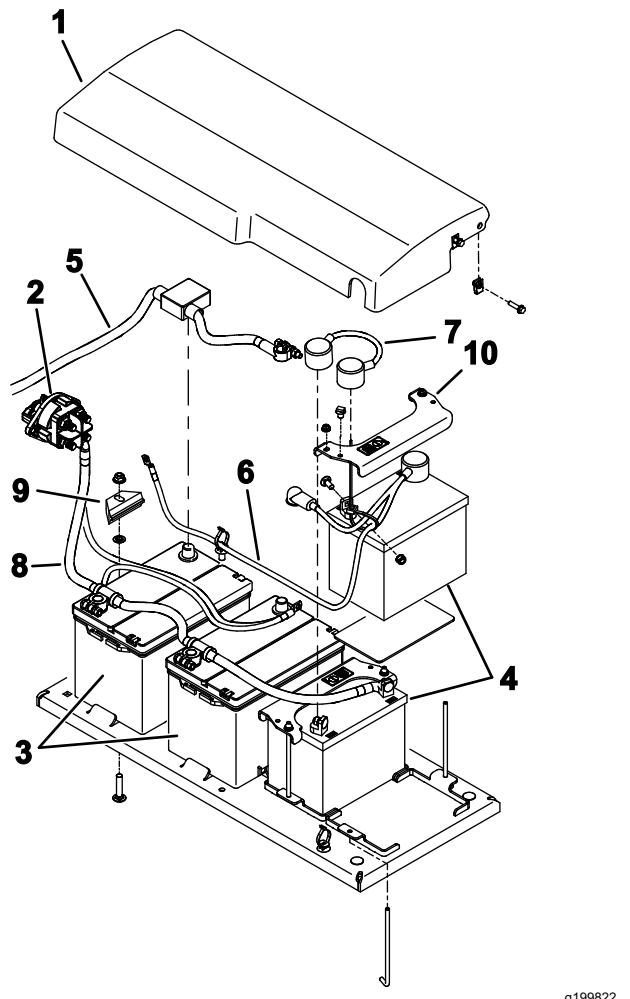

Bild 82
6. Entfernen Sie die Befestigungen, mit denen die Akkuabdeckung an der Maschine befestigt ist, und nehmen Sie die Abdeckung ab (Bild 82).
9. Nehmen Sie die Batterien vorsichtig aus der Maschine heraus (Bild 82).
1. Befestigen Sie die Batterien mit den Befestigungen (Bild 82).